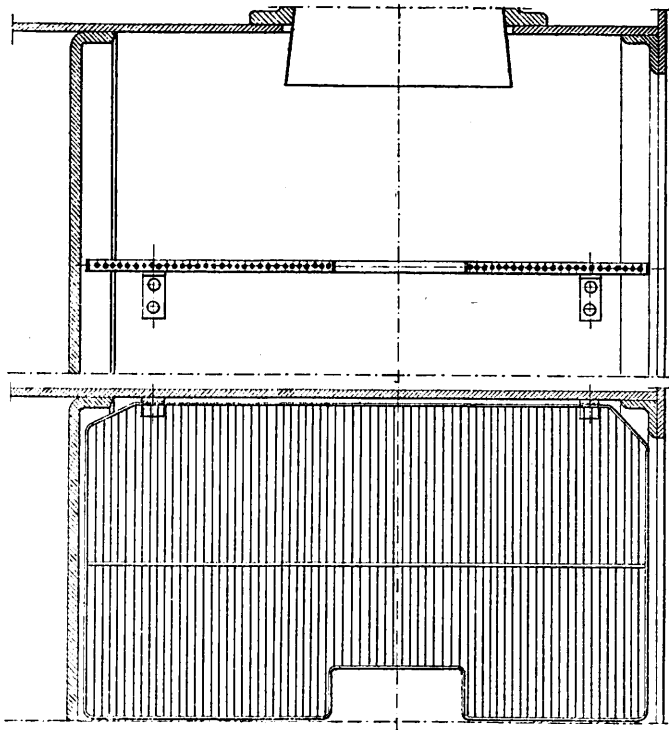
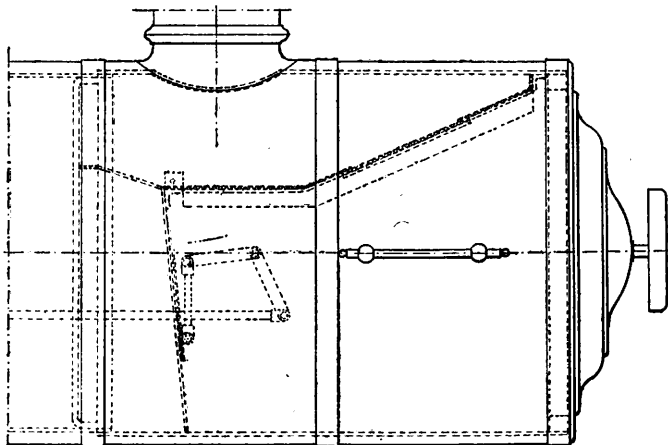
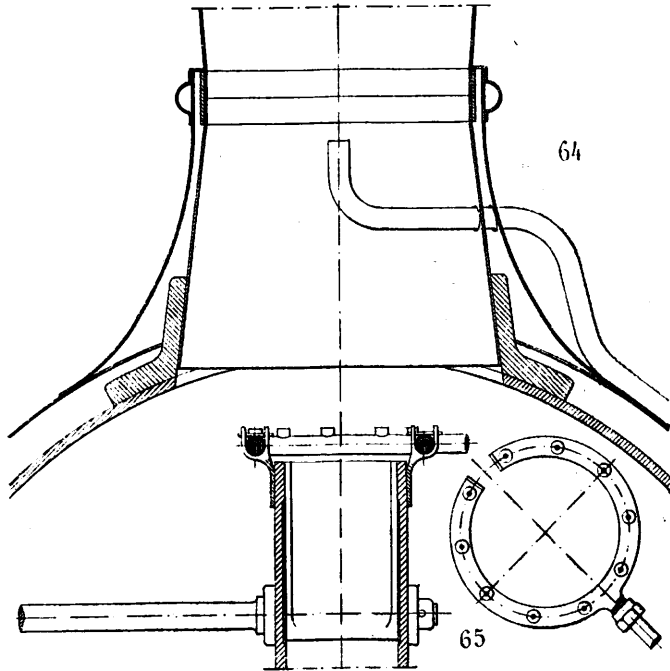

Fig 58. — Grille à flammèches.
Fig. 59. — Boîte à fumée américaine.
Fig. 64. Souffleur à tuyère unique. — Fig. 65. Souffleur annulaire.
« ayant pour objet d'arrêter les fragments de coke tombant de la grille, et d'empêcher la sortie des flammèches par la cheminée », une grille à barreaux espacés de 10 millimètres (fig. 58) est montée dans la boîte à fumée.
La figure 58 *bis* donne la demi-coupe de la boîte à fumée des loco-
En Amérique, la boîte à fumée (fig. 59) a une grande longueur et reçoit une toile métallique à mailles serrées pour arrêter les escarbilles, dont elle peut contenir une quantité considérable. Une tôle, placée devant le débouché des tubes et ne laissant qu'une ouverture, variable, à la partie inférieure, rabat les gaz vers le fond de la boîte. Cette disposition a remplacé, depuis une quinzaine d'années, la
Fig. 58 bis. — Demi-coupe verticale à travers la boîte à fumée des locomotives à grande vitesse, avec bogie, de la compagnie de l'Ouest.
tée en Europe. Telle est notamment la boîte des locomotives compound du chemin de fer de Lyon (fig. 59 bis), où se loge commodé-
Les dernières locomotives à bogie de la compagnie de l'Ouest (fig. 58 *bis*) ont également leur boîte à fumée allongée vers l'avant : cette boîte peut alors contenir une plus grande quantité d'escarbilles, et on a pu placer une petite trémie en avant des cylindres pour la vider.
simple en apparence, est souvent difficile à exécuter convenablement, et elle risque toujours de donner lieu à des rentrées d'air. Une petite ouverture avec un clapet, comme on le voit sur la figure 59 *bis*, suffit pour rendre facile la vidange des escarbilles. Il faut, d'ailleurs, chercher avant tout à réduire l'entraînement du combustible.
Fig. 59 bis. — Boîte à fumée des locomotives compound de la compagnie de Paris à Lyon et à la Méditerranée.
versé, qui descend jusqu'au niveau supérieur de la tuyère d'échappement, comme on le voit figure 58 bis. Cette disposition donne un bon tirage.
38. Échappement. — La disposition de l'échappement a une grande influence sur la production de la chaudière. Le sommet de la tuyère par laquelle s'échappe la vapeur ne doit pas s'élever trop haut, du moins, dans les boîtes à fumée de dimensions ordinaires ; sur les machines anglaises, sur celles de la figure 58 *bis*, elle ne dépasse pas beaucoup le niveau de la rangée supérieure de tubes. Une tuyère élevée donne de bons résultats sur le chemin de Lyon, mais avec l'addition, dans la cheminée, d'un noyau plein qui épanouit en cône le jet de vapeur (fig. 59 *bis*). Les conduits d'échappement doivent être tracés sans coudes brusques, et se réunir de telle sorte que les courants venant des deux cylindres ne se contrarient pas. Ce sont là des détails étudiés par le constructeur de la machine, et le mécanicien doit les prendre tels qu'ils sont exécutés. Il peut toutefois vérifier si la tuyère est bien montée dans l'axe de la cheminée, et si, dans l'échappement à valves généralement employé en France (fig. 63), les deux valves s'ouvrent et se ferment symétriquement.
Certains échappements sont *annulaires*, comme celui de la figure 58 bis : la vapeur sort par une couronne comprise entre deux tuyères concentriques ; les gaz sont aspirés à l'extérieur et à l'intérieur de la nappe de vapeur. Ces échappements annulaires paraissent un peu plus efficaces que les échappements ordinaires, tout en ouvrant un plus large passage à la vapeur.
Souvent le souffleur lance un jet unique dans la cheminée (fig. 64), mais on préfère une série de petits jets donnés par les trous d'un tuyau courbé en anneau (fig. 58 bis et 65) : l'appareil est plus efficace et moins bruyant. On voit sur la figure 58 bis que toute la tuyauterie du souffleur est à l'intérieur de la boîte à fumée, le robinet seul étant au dehors. C'est une bonne disposition. Une série de petits trous percés dans le noyau central des cheminées du chemin de Lyon (fig. 59 bis) forment un souffleur annulaire.